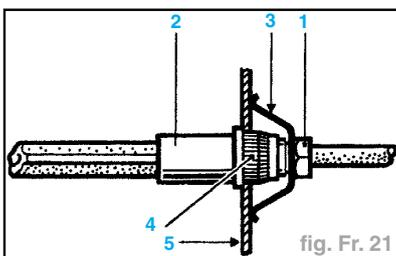

fig. Fr. 21
- Dévisser le raccord (1) de la canalisation rigide sur le flexible (2) jusqu'au moment où le ressort (3) soit détendu ce qui libère le flexible des cannelures (4) (fig. Fr. 21).